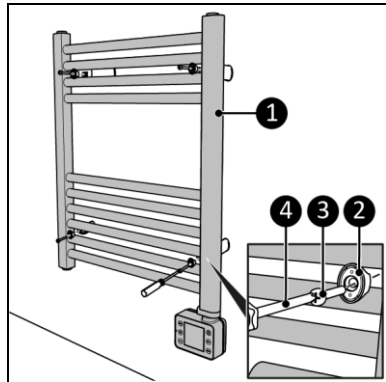

Abbildung 10
10. Platzieren Sie das Gerät (Abbildung 10, Pos. 1) über die Wandhalterung.
11. Schrauben Sie das Gerät mit vier großen Schrauben (Abbildung 10, Pos. 3) mit einem Phillips Kreuzschlitzschraubendreher (Abbildung 10, Pos. 4) an der Wandhalterung (Abbildung 10, Pos. 2) fest.
12. Setzen Sie die vier Verschlusskappen (Abbildung 10, Pos. 5) auf.